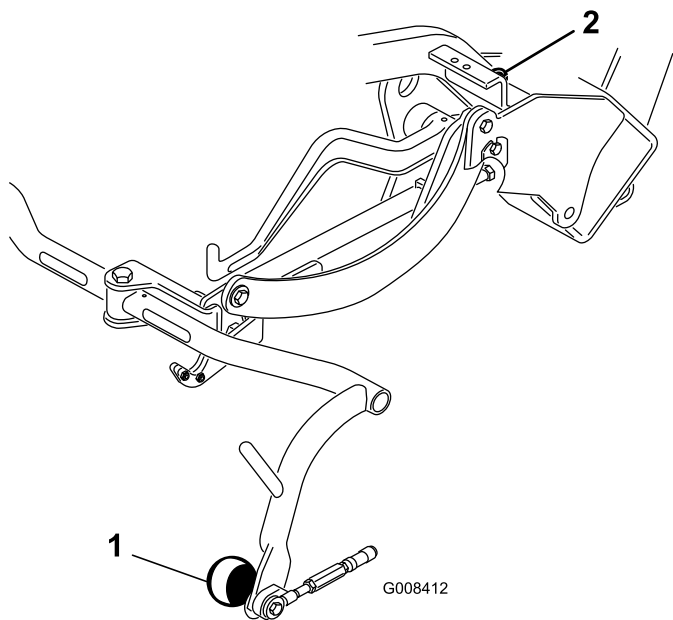

Figura 9
3. Se tiver de ajustar a folga, desaperte a porca de retenção no parafuso do batente da estrutura de suporte (Figura 9) e rode o parafuso para cima ou para baixo para elevar ou descer a estrutura de suporte. Aperte a porca de retenção para bloquear o ajuste.